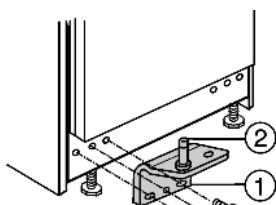

Fig. 9
► Вставьте снизу шарнирный палец Fig. 9 (2) в кронштейн Fig. 9 (1) с подкладной шайбой в опору двери.
► Закрутите кронштейн Fig. 9 (1) (с усилием 4 Нм).